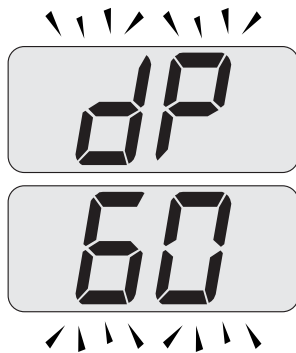

Figura 9.24
- Pulsando de nuevo el botón 17 se puede volver a modificar la potencia en modalidad deshollinador: la pantalla LCD muestra las letras **dP** alternadas con el valor de temperatura del agua de calefacción (ej. **60**), que indican que estamos en la "función deshollinador" a la potencia máxima en agua sanitaria (Figura 9.24);